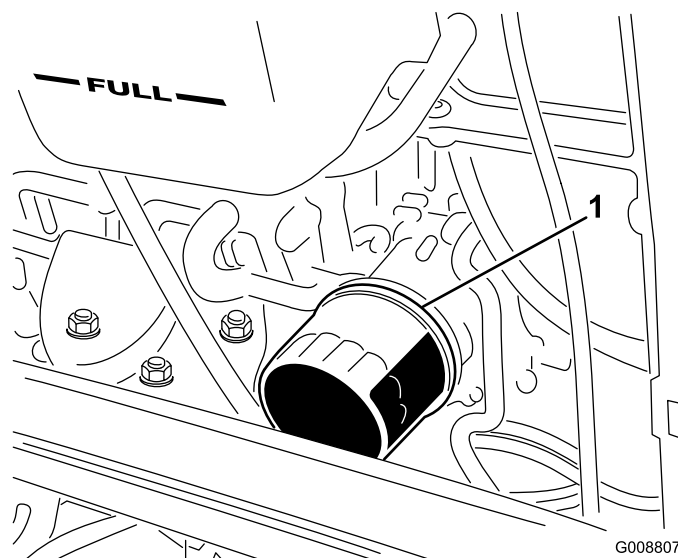

図 32
2. オイルフィルタ（図 32）を外す。新しいフィルタのシールに薄くエンジン・オイルを塗って取り付け。締めすぎないように注意すること。